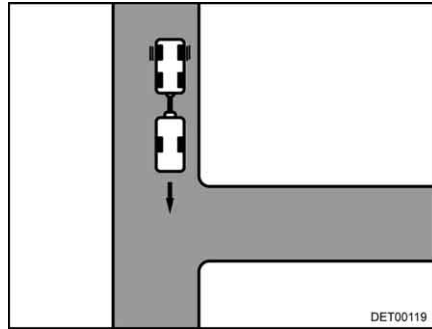

Bild 14 Start
- Kör mot infarten så långt att husvagnens bakdel befinner sig unng. framför infarten (Bild 14).